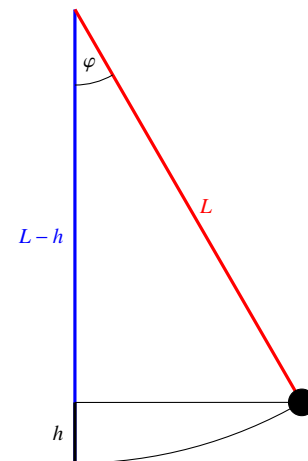

Abbildung 1: Schema zur Verdeutlichung von Gl. (4)
- Durch die Auf- und Abbewegung der Pendelmasse beim Schwingen ändert sich auch die potentielle Energie  $E_{\text{pot}} = mgh$  des Systems zeitlich. Man kann diese Änderung berechnen, wenn man den Nullpunkt der potentiellen Energie des Pendels in seiner Ruhelage wählt. Aus Abb. 1 ergibt sich:  $L - h = L \cos \varphi$  und  $h = L(1 - \cos \varphi)$ , somit ist